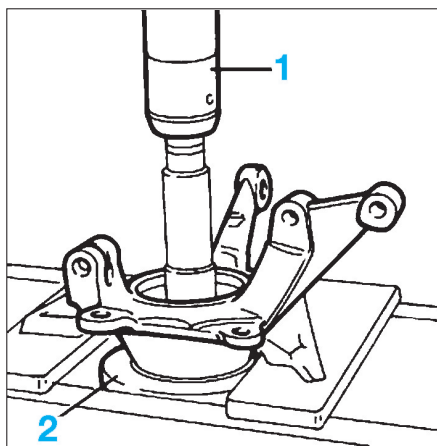

FIG. 19
- À l'aide d'une presse (1), déposer le moyeu de roue (2) avec la bague interne du roulement (Fig.19).